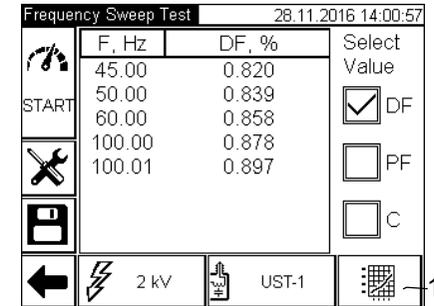

Рисунок 11.24
окно "Measurement" (рисунок 11.1), в котором нажать кнопку . На экране появится окно "Frequency Sweep Test" (рисунок 11.24).
3) Выполнить настройку режима измерения, для чего в окне "Frequency Sweep Test" (рисунок 11.24) нажать кнопку  и в открывшемся окне ввести ряд значений частоты испытательного напряжения (не более 15) в диапазоне от 15 до 400 Гц, в соответствии со сведениями, изложенными в разделе 11.1
4) Выбрать схему измерения, для чего нажать кнопку  UST-1 (рисунок 11.24) на экране появится окно, в котором осуществить выбор. Для подтверждения выбора и возврата в окно (рисунок 11.24) нажать кнопку .
6) Выбрать в окне "Frequency Sweep Test" в разделе "Select Value" (рисунок 11.24) одну из величин – DF ($\text{tg}\delta$) или C (емкость), характеризующих состояние изоляции, зависимость которой от частоты необходимо проанализировать.
7) Выбрать вариант представления результатов измерения на экране: графический –  или табличный – , нажимая на кнопку (рисунок 11.24, поз.1).
8) Сохранить результаты измерения в архиве, нажав на кнопку  в окне "Frequency Sweep Test" (рисунок 11.24).